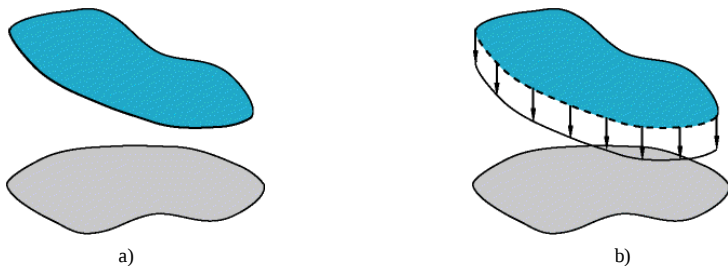
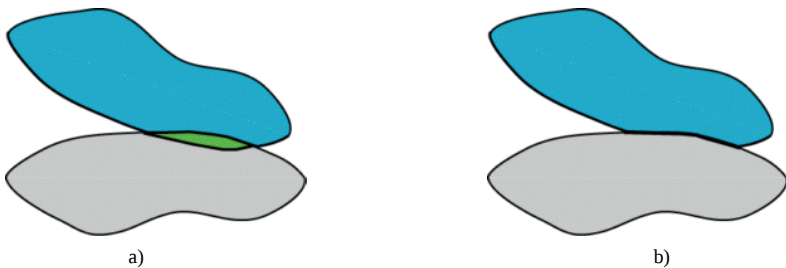

图 8-8 补偿界面间隙
图 8-9 消除界面干涉
- 设置为“Adjust to Touch”时，界面上存在的间隙将会自动补偿到进行接触的状态，如图 8-8 所示；而对于存在的干涉，将自动消除，如图 8-9 所示。
- 使用带 Offset 补偿的方法，需要设置补偿值，正值代表将接触面向目标面进行补偿，其作用原理如图 8-8 所示。